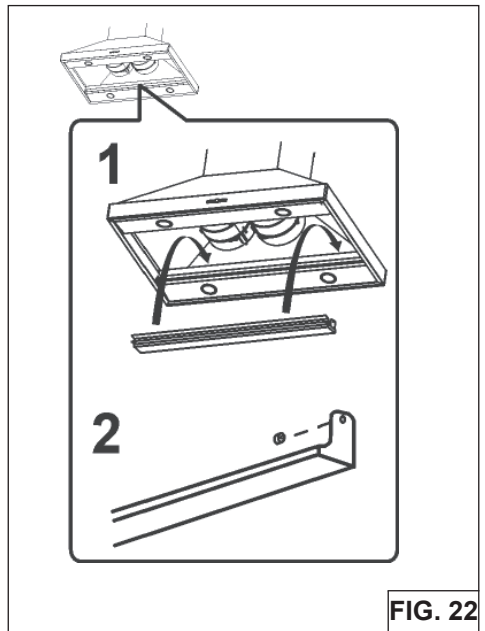

FIG. 22
2. Para instalar la BANDEJA COLECTORA (Fig.22), levántela y colóquela en la guía de la campana. Vuelva a instalar las perillas y los filtros de grasa.